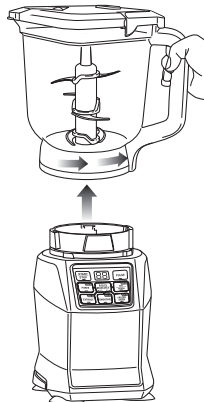

Fig. 7
- 14 Gire la jarra en sentido contrahorario y sáquela de la base. **(Fig. 7)**